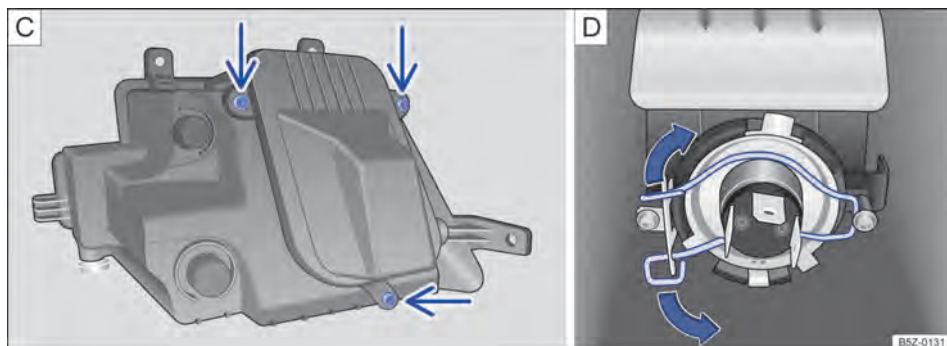

Fig. 163 No para-choque dianteiro: **C** retirar os parafusos da cobertura da lâmpada e **D** lâmpada do farol de neblina.
6. Retirar os parafusos indicados pelas setas → Fig. 163 **C**, para acessar a lâmpada do farol de neblina.
8. Comprimir a mola de travamento no sentido da seta → Fig. 163 **D** e deslocá-la para deslavar a lâmpada.